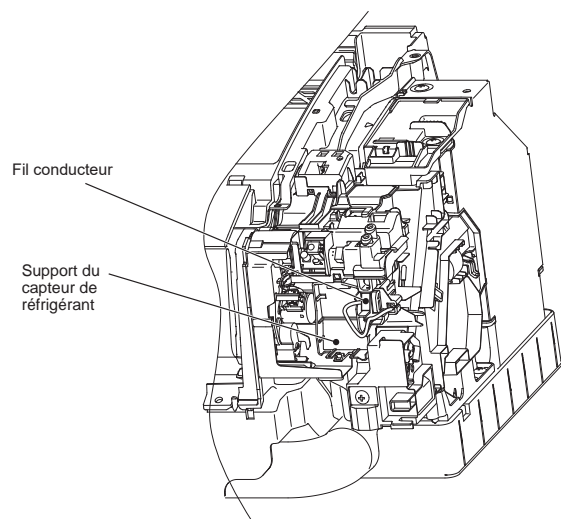

Fig. 1
- 1) Déposez le fil conducteur fixé au support du capteur de réfrigérant, puis raccordez-le à la carte du capteur de réfrigérant. (Fig. 1)